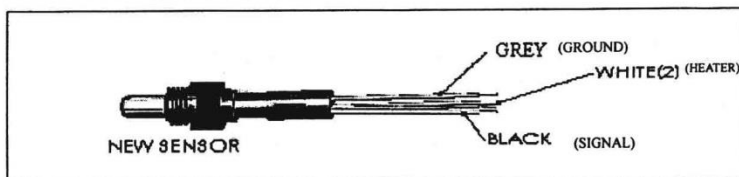

FIG. 2
3. STRIP BACK 1/4" INSULATION FROM THE END OF THE ORIGINAL WIRE. (SEE FIG 2)